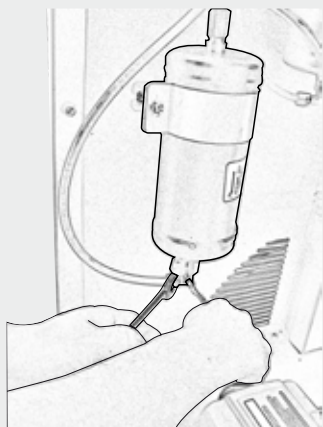

Fig. 1
- 1- Abra a tampa da impressora premindo a tecla OPEN conforme indicado (veja Fig.1).
- Afrouxe a conexão dos tubos inferiores e superiores (**Fig. 1 e 2**) com a utilização simultânea das chaves Ø 11 e 14.